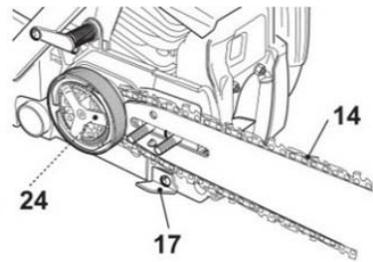

Fig. 6
6. Placez la chaîne (14) sur le pignon (24) derrière l'embrayage (25) et fixez-la sur le guide-chaîne (13). Assurez-vous que la chaîne est placée au-dessus du tendeur de la chaîne (17) (Fig. 6).